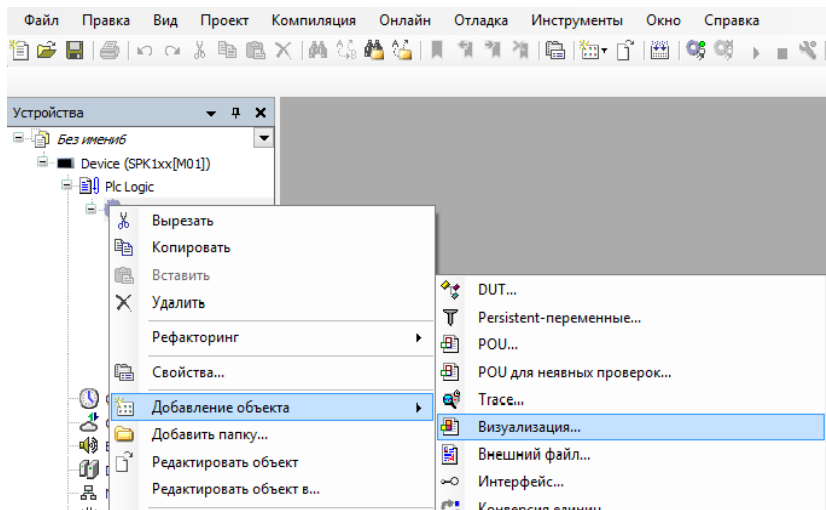

Рис. 6. Добавление экрана в проект
4. Добавить в проект экран (рис. 6).